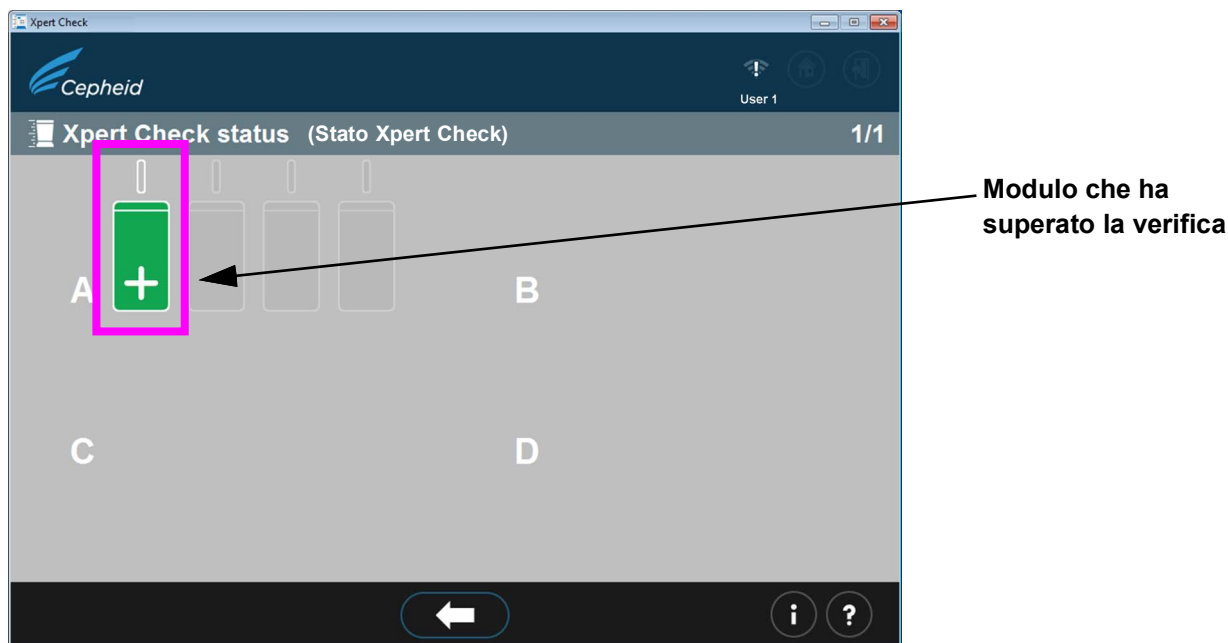

Figura 2-46. Schermata Stato di Xpert Check
- J. Verrà visualizzata la schermata Stato di Xpert Check (Xpert Check status). Vedere la Figura 2-46. Nella schermata Stato di Xpert Check (Xpert Check status), i moduli che hanno superato la verifica sono indicati con il simbolo + su un modulo verde.